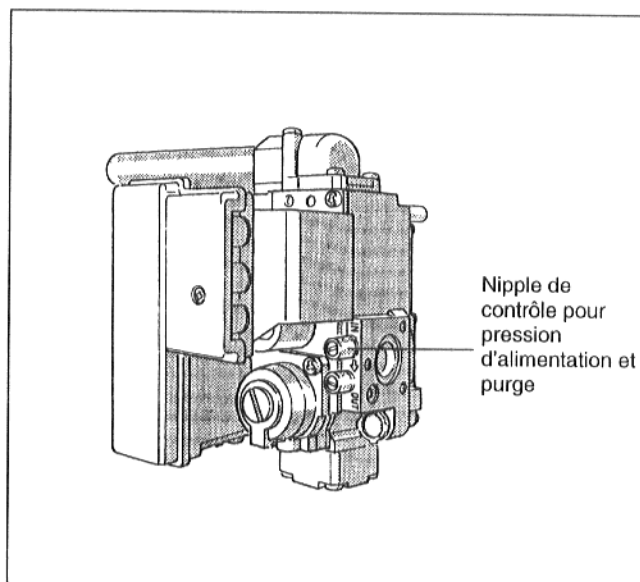
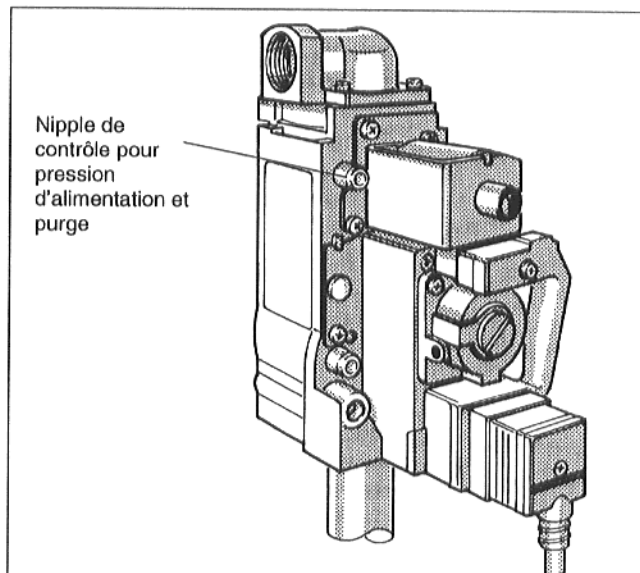

Fig. 30 Armature du brûleur à gaz VK 4100
Fig. 31 Armature du brûleur à gaz "Honeywell" VR 4601
- Dévissez de deux tours la vis de fermeture de la nipple de contrôle de la pression d'alimentation sur l'armature du brûleur à gaz (Fig. 30 à Fig. 31).